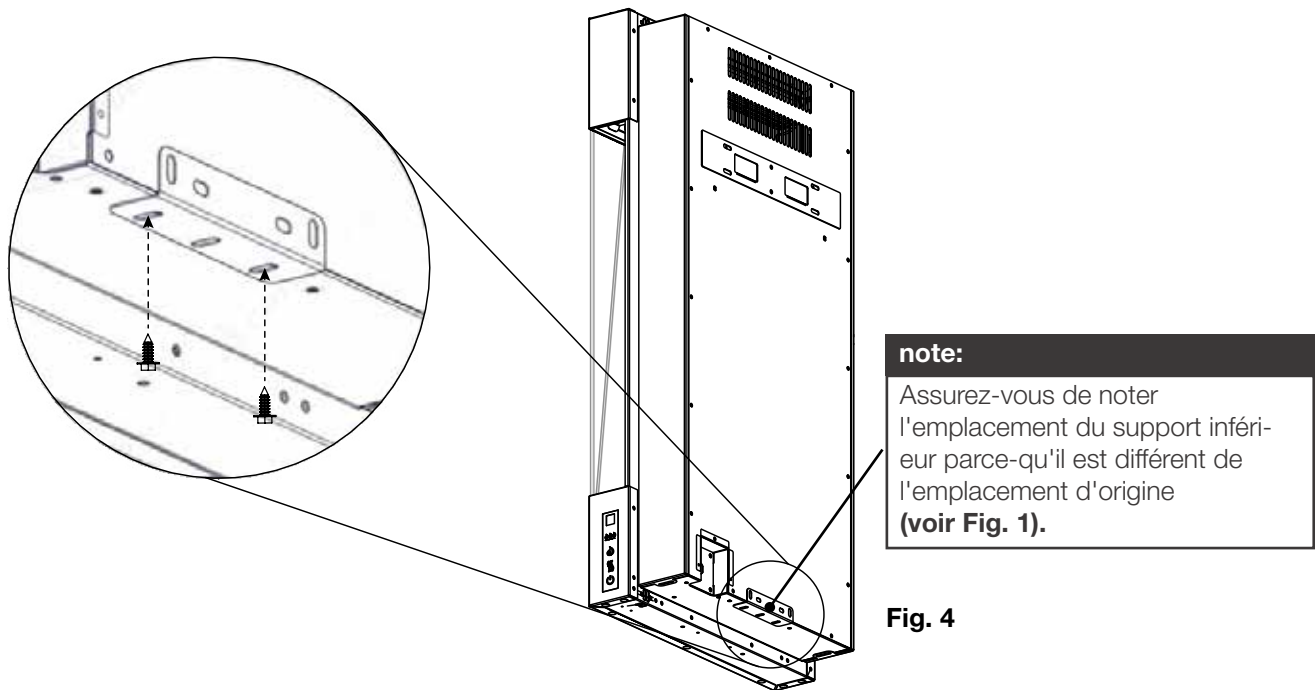

Fig. 4
9. Fixez l'appareil au support inférieur à l'aide des vis précédemment retirées à l'étape 3 (**Fig. 4**).